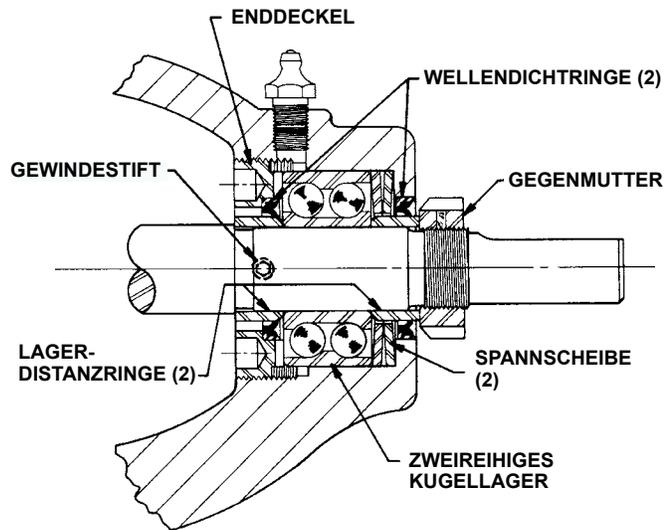

ABBILDUNG 7
8. Zum Ausbau der Teile des Drucklagers (**Abbildung 7**) zunächst die Gewindestifte lockern, mit denen der Enddeckel befestigt ist. Anschließend den Enddeckel abnehmen, damit das Kugellager und die Spanscheiben ausgebaut werden können. Die Lager sollten gründlich gewaschen und untersucht werden. Bei Anzeichen von Verschleiß oder Schäden sollten neue Lager verwendet werden.
Beim Einbau neuer Wellendichtringe sicherstellen, dass die Ringe mit den Lippen wie in **Abbildung 7** dargestellt zusammengebaut werden.
4. (Siehe Abbildung 7). Die beiden Spanscheiben mit sich berührenden Innendurchmessern (die Außendurchmesser werden dann getrennt) in den Drucklagerbereich der Halterung einsetzen. Dann das zweireihige Kugellager und den Enddeckel, der die Wellendichtung enthält, anbringen. Den Enddeckel von Hand anziehen, bis Widerstand spürbar ist, und dann eine weitere halbe Umdrehung festziehen.